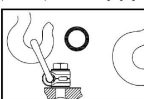

Abbildung 1
- Befestigen Sie die Hebevorrichtung so, dass eine freie Passung an den Hebebuchsen (Hebebojen) gewährleistet ist (Abb. 1).